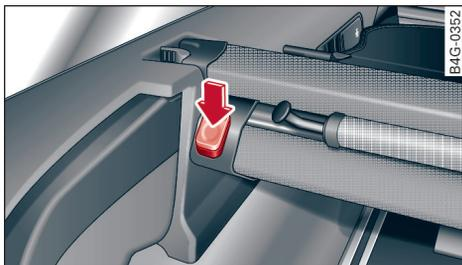

图 97 靠背后：拆卸隔离网
- ▶ 按压隔离网上右侧或左侧的按钮 ⇒ 图 97，并向上取出隔离网。